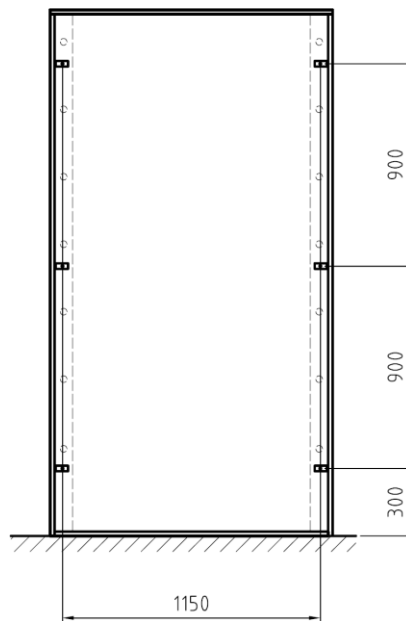

Abbildung 4: Maße zur Wandbefestigung
Nachdem Sie den Rahmen zusammen geschraubt haben können Sie diesen nun mit Hilfe der Befestigungswinkel ⑤ und den dazugehörigen Schrauben, Scheiben, Muttern und Dübeln an die Wand anbringen. Prüfen Sie die Wand zunächst auf mögliche Hindernisse, wie z.B. Rohre oder elektrische Leitungen. Sind keine störenden Objekte vorhanden, werden die Bohrungsmaße aus Abbildung 4 empfohlen. Gibt es jedoch Hindernisse in diesen Bereichen, können die Bohrungspunkte auch geringfügig versetzt werden.